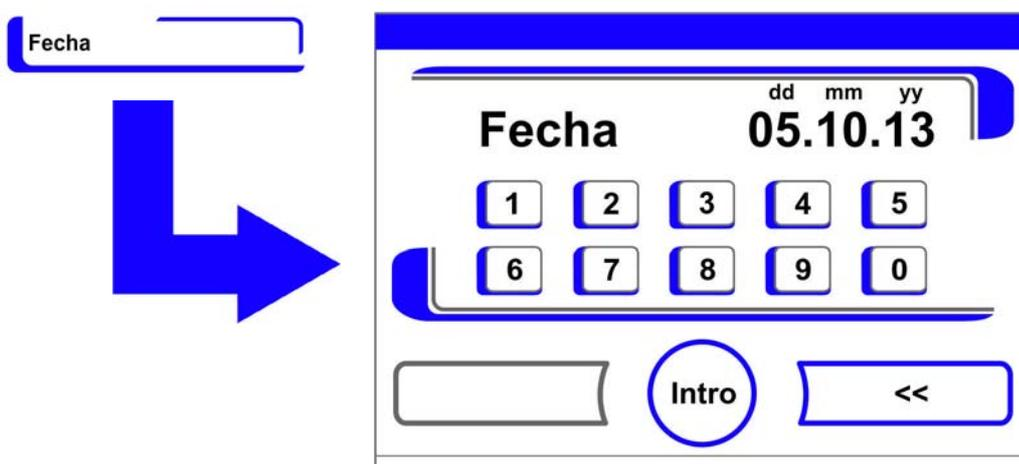

Figura 6-22. Ajustar fecha
- Se muestra el cuadro de edición de Figura 6-22.